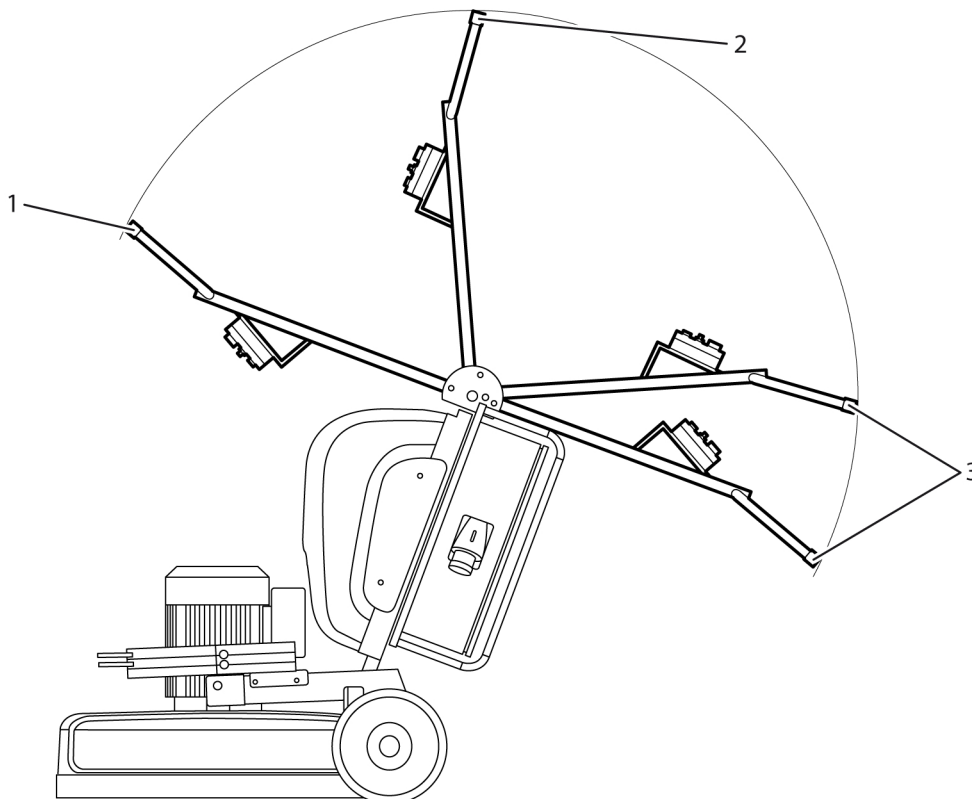

Figura 4-1. Posizioni dell'impugnatura
1. Sollevare l'impugnatura in posizione posteriore, vedere *Figura 4-1, pagina 13*.
4. Portare l'impugnatura in posizione di esercizio, vedere *Figura 4-1, pagina 13*